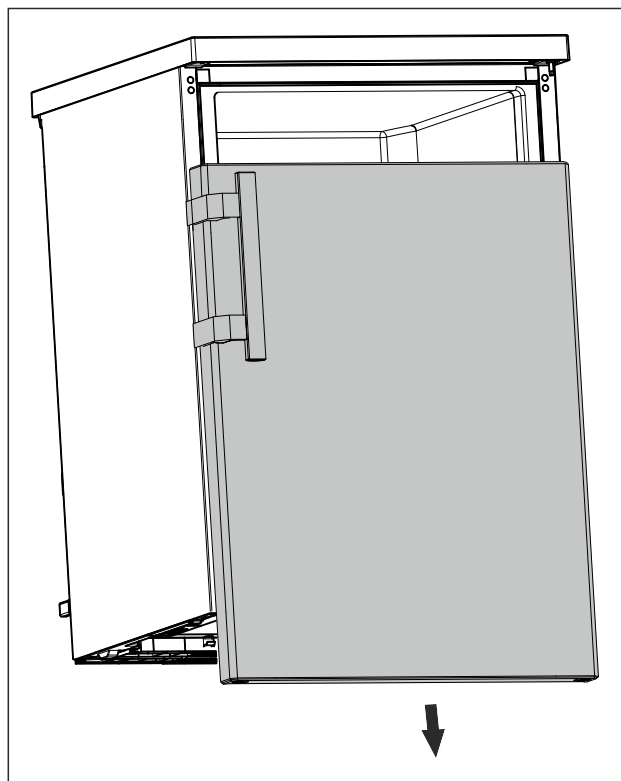

Fig. 17
- Noņemiet durvis virzienā uz leju. (skat. Fig. 17)